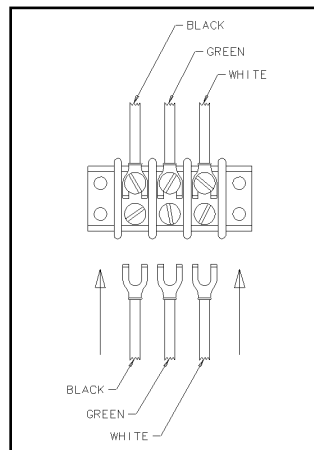

Figure 3
- 4) Connect black output cable to terminal block ass'y as shown in figure 3.
- 5) Connect green output cable to terminal block ass'y as shown in figure 3.
- 6) Connect white output cable to terminal block ass'y as shown in figure 3.
- 4) Relier le fil de sortie noir sur le bornier comme indiqué en Figure 3.
- 5) Relier le fil de sortie vert sur le bornier comme indiqué en Figure 3.
- 6) Relier le fil de sortie blanc sur le bornier comme indiqué en Figure 3.